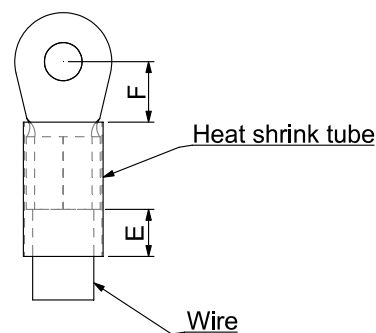

Figure 2.
- 在把电线压接至符合 UL 认证的环状端子后，才能在电线套上也是符合 UL 和 CSA 认证的绝缘热缩套管 (可耐至少 600 VAC, YDPU2)，绝缘热缩套管的规格请见 Figure 2.。